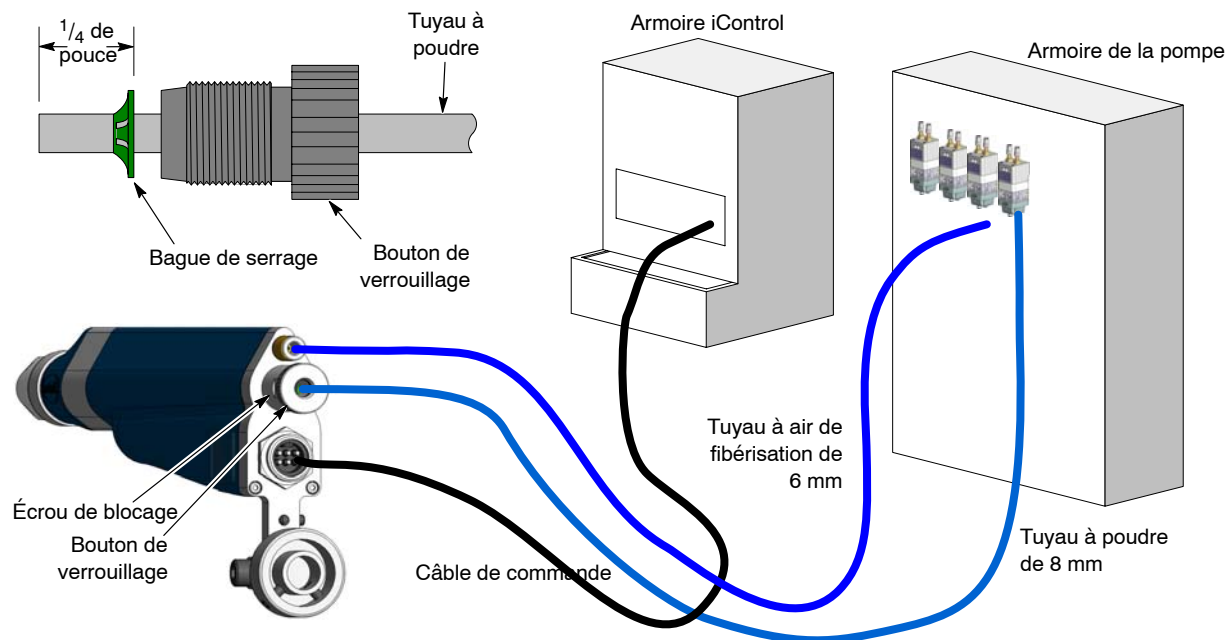

Fig. 7 Branchement des tuyaux et des câbles
1. Voir la figure 7. Raccorder le câble de commande au pistolet et à la prise appropriée sur l'armoire iControl. Serrer fermement les écrous des câbles.